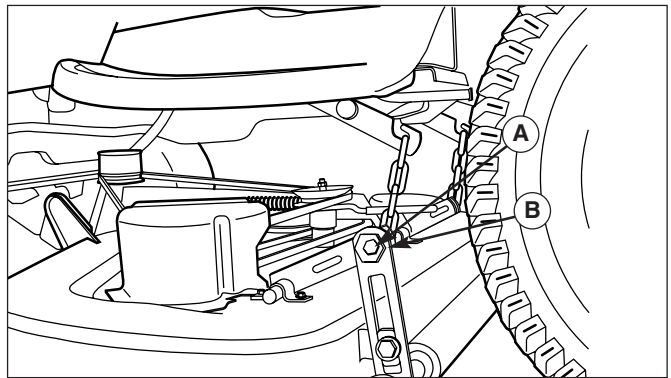

Figure 58. Mise à niveau latérale de la tondeuse - Modèles d'écrous excentriques
5. Voir la figure 58. Desserrer l'écrou extérieur (A). Tourner l'écrou excentrique (B) pour relever ou abaisser le côté gauche de la tondeuse. Une fois la tondeuse de niveau, maintenir l'écrou excentrique tout en serrant l'écrou extérieur.